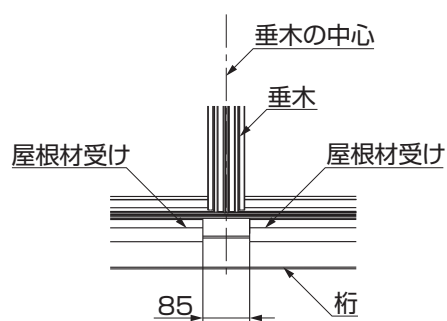

図9-2 A部詳細図
- ① 屋根材受けの位置を垂木間の中央に納まるように調整してください。（図9-2参照）